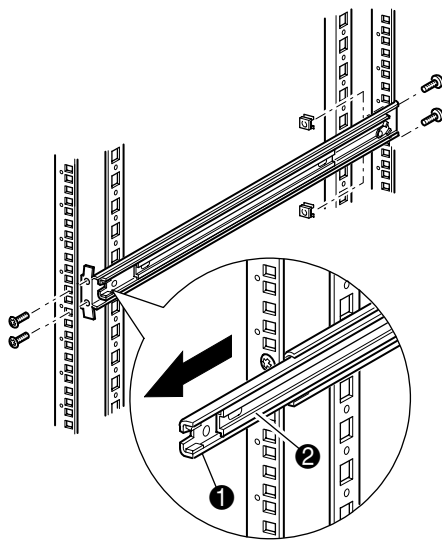

図2-3. レールの取り付け
2. テンプレートを取り外して、付属のファスナを使ってレールを取り付けます（図2-3を参照）。レール正面側のブラケットは、引き出して、直接ネジを挿入します。背面側のブラケットは、引き出せません。また、このブラケットを固定するには、ストレージキャビネットの背面の垂直レールにケージナットを取り付ける必要があります。